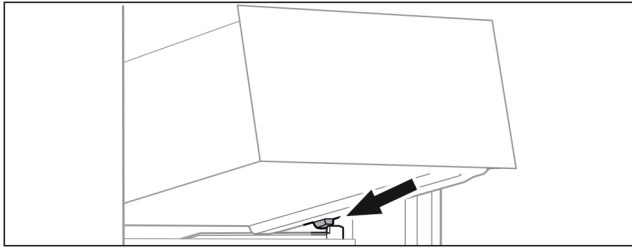

Fig. 100
- ▶ Coloque el cajón inclinado detrás de los topes sobre la nervadura para recipientes. (consulte Fig. 100)